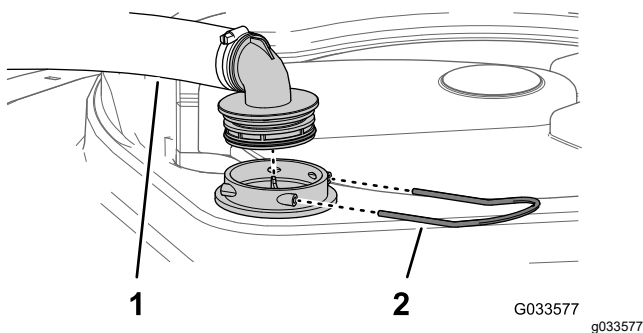

Figura 58
2. Nella parte superiore dell'irroratrice, rimuovete il fermo che fissa il raccordo del flessibile collegato al flessibile grande dall'alloggiamento del filtro (Figura 58).
3. Rimuovete il flessibile e il raccordo del flessibile dall'alloggiamento del filtro (Figura 58).